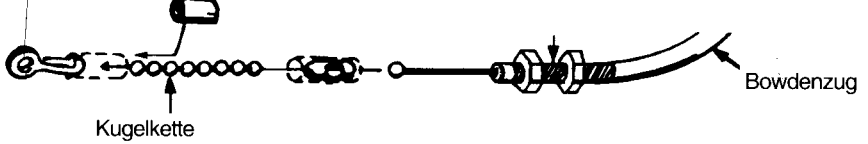

Abb. 7.1
Das Vakuum-Servogerät (6) dient zum Regulieren der Drosselklappenstellung und zur Kontrolle der Fahrgeschwindigkeit. Der Bausatz enthält ein Vakuum-Servogerät mit einem flexiblen Bowdenzug. Bevorzugte Montageorte im Motorraum sind die Spritzwand und der Innenkotflügel. Achten Sie darauf, daß Temperaturen von 100°C nicht überschritten werden, um Beschädigungen der Elektronik und Mechanik zu vermeiden. Die Abb. 7.1 - 7.5 zeigen eine Reihe von Methoden zur Befestigung des Seils am Vergaser. Die folgenden Punkte beschreiben die Befestigung des Seils am Vergaser. Um eine einwandfreie Funktion des Geschwindigkeitsreglers zu gewährleisten, ist es unbedingt notwendig, daß das Gasgestänge sich in einem guten Zustand befindet, (z. B. nicht ausgeschlagen, nicht festgefressen etc.). Hat Ihr Fahrzeug einen Einspritzmotor, bezieht sich der Einbau auf das Drosselklappengestänge und nicht auf den Vergaser und bei Dieselmotoren auf die Dieseleinspritzpumpe.
2. Nehmen Sie die Blechschrauben (28) und befestigen Sie das Vakuum-Servogerät am inneren Kotflügel oder an der Spritzwand des Fahrzeuges.
3. Befestigen Sie die Kugelkette mit Hilfe des Kugelkettenanschlusses (18 und 34) oder aber mit dem Drahtseil (23) und Kupplung (19) an der Drosselklappe des Vergasers, der Einspritzanlage oder an der Einspritzpumpe (siehe Abb. 7.1 bis 7.6).